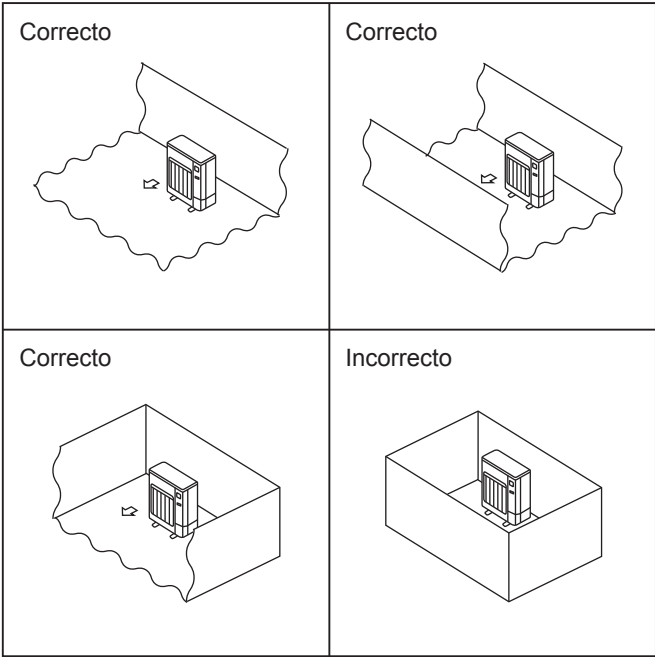

Fig. 2-2
- Ⓒ Instale las unidades exteriores en un lugar donde al menos uno de los cuatro lados esté abierto, y en un espacio lo suficientemente grande y no elevado. (Fig. 2-2)